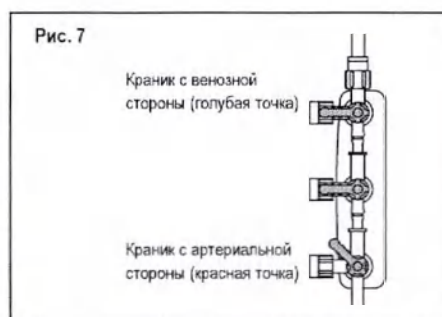

Рис. 7
- Установите краны, как показано на Рис. 7, и перекройте линию забора проб краником с артериальной стороны для предотвращения сброса содержимого артериальной линии в венозную при экстракорпоральном кровообращении. После закрытия линии сброса постепенно снизьте скорость кровотока до нуля, а затем закройте линию рециркуляции.